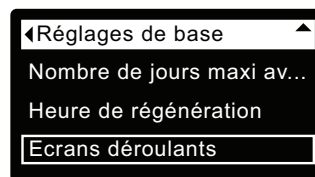

FIG. 53
3. Appuyez sur le SÉLECTEUR (O) pour afficher le menu des réglages de base (cf. Figure 53).
7. Pour désactiver un écran, mettez d'abord l'état en évidence; appuyez ensuite sur le SÉLECTEUR (O). Le carré noir deviendra un carré blanc. Enfoncer à nouveau le SÉLECTEUR (O) rétablit le carré noir et sélectionne à nouveau l'état mis en évidence. La sélection/mise en évidence d'au moins un écran d'état est obligatoire.
8. Au terme de vos sélections, quittez ce menu en appuyant sur le bouton GAUCHE (◀); l'afficheur revient au menu des réglages de base (Figure 53).